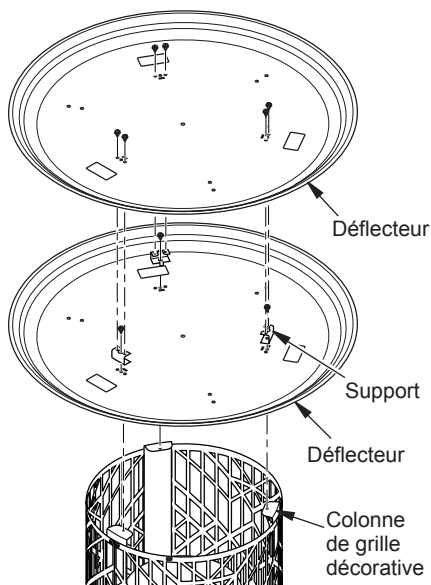

Figure 8 - Assemblage du déflecteur
14. Placez un déflecteur sur les colonnes des grilles décoratives. Fixez le déflecteur et les supports aux colonnes avec une vis (C) à travers chacun des trois supports. Voir figure 8.
15. Placez le deuxième déflecteur sur le premier. Fixez le déflecteur aux supports avec 2 vis (C) à travers le haut de chaque support (voir figure 8).